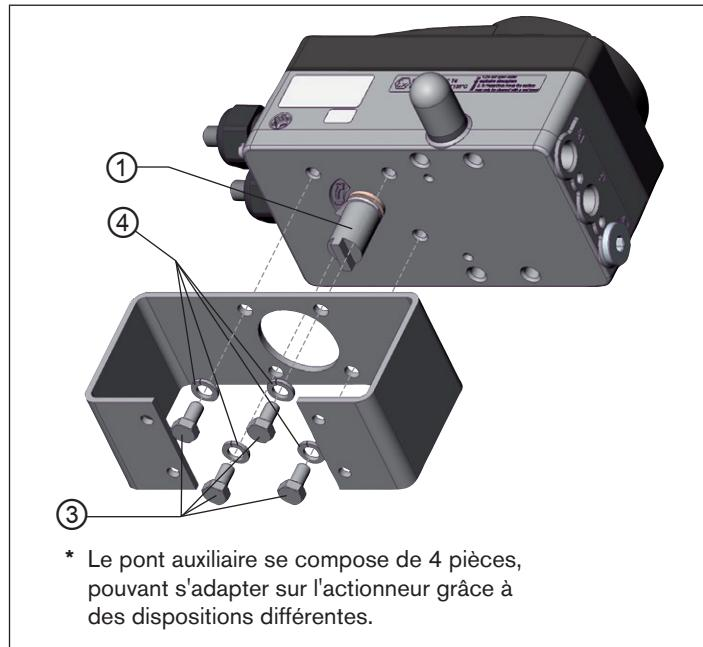

Fig. 7 : Fixer le pont auxiliaire (représentation schématique)
- Fixer le pont auxiliaire avec 4 vis à tête cylindrique ③ et rondelles Grower ④ sur le positionneur (voir « Fig. 7 »).